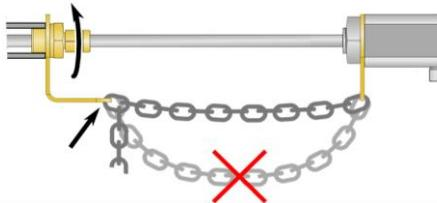

Abbildung 4: Montage der Sicherheitskette
- Vor der Beaufschlagung mit Druck ist die Sicherheitskette zu verschließen. Der Verschluss soll so eingehängt werden, dass die Kette so wenig als möglich durchhängt (siehe Abbildung 4).
- Überwurfmutter der Durchgangverschraubung fest angezogen, Sicherheitskette korrekt installiert (siehe Abbildung 4).